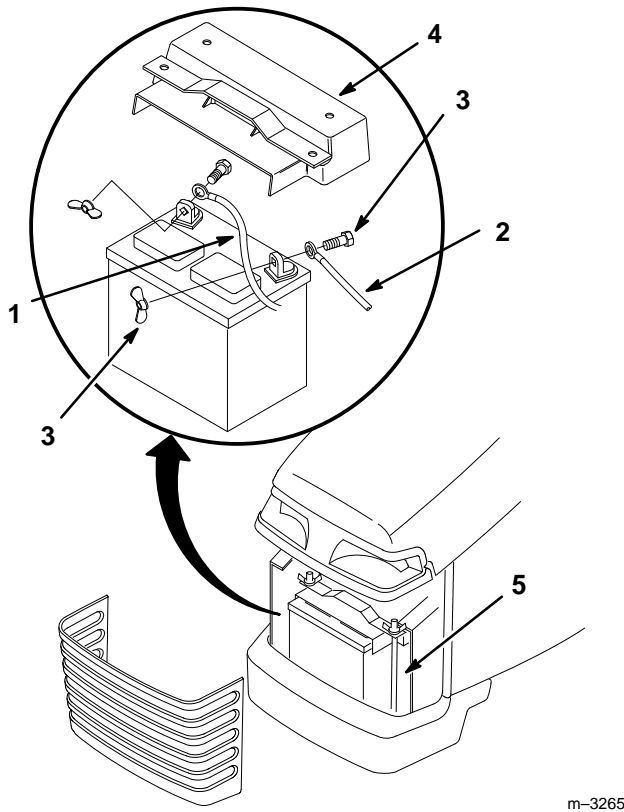

Figure 55
3. Retirer le bouclier protecteur de la batterie. (Fig. 55).
4. Déconnecter le fil négatif (noir) de mise à la masse de la borne négative de la batterie (Fig. 55).
5. Déconnecter le fil positif (rouge) de la borne positive de la batterie (Fig. 55).
1. Poser la batterie sur le châssis (Fig. 55).
3. Connecter le fil positif (rouge) à la borne positive (+) de la batterie à l'aide du boulon et de l'écrou papillon (Fig. 55).
4. Connecter le fil négatif (noir) à la borne négative (-) de la batterie à l'aide du boulon et de l'écrou papillon (Fig. 55).